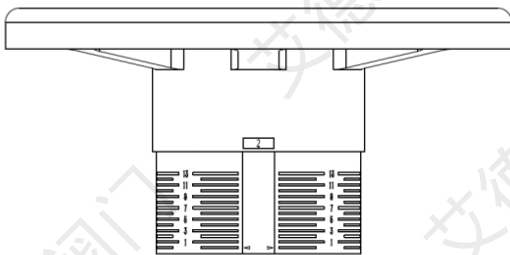

图1.2
- 1) 将阀门手轮完全关闭（见手轮图1.2）。
- 2) 开启阀门至预设值（见手轮图1.2）。
- 4) 阀门设置完成如何检查预设值:关闭阀门，此时读数为0.0圈。转动手轮直至停止，此时读数为预设值(在该示例中为0.2圈，见图1.2)。
- 5) 如何设定预定值，见图1.2。